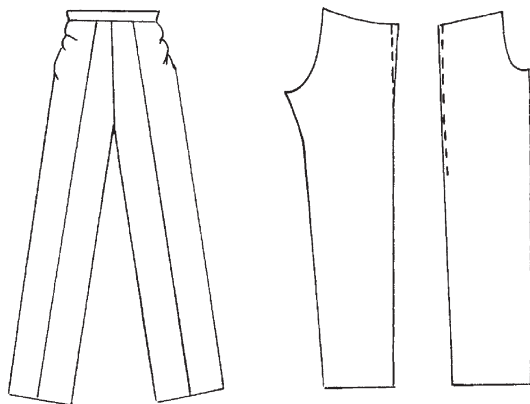

Рис. 51. Брюки широки в бедрах — вертикальная складка на задних половинках вдоль бокового шва на уровне бедер
*Дефект 2:* брюки широки в бедрах — вертикальная складка на задних половинках вдоль бокового шва на уровне бедер (рис. 51).